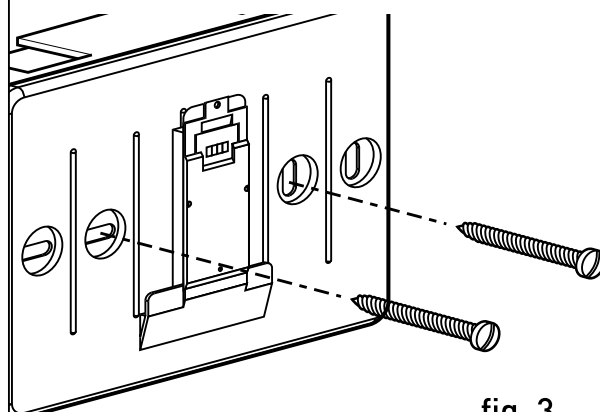

fig. 3
- fijar la base del aparato a la caja en la pared, usando los tornillos del kit (fig.3),